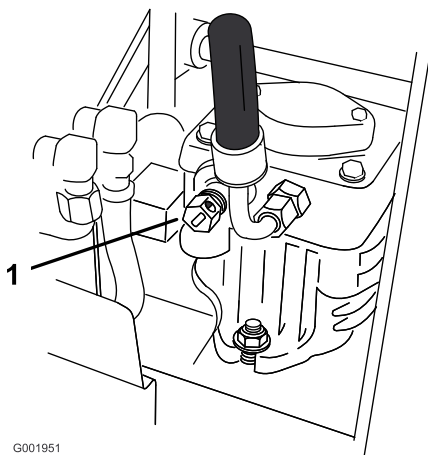

Figura 25
2. Abra las válvulas de desvío de ambas bombas girándolas 1 o 2 vueltas en el sentido contrario a las agujas del reloj. Esto permite que el aceite hidráulico se desvíe alrededor de la bomba, dejando que las ruedas giren (Figura 25).